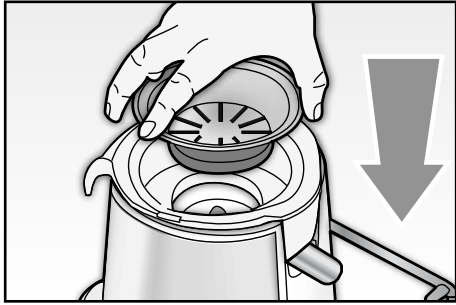

Fig. 3
- Posizionare il filtro (B) in acciaio inossidabile dentro il portafiltro (C), premendolo leggermente verso il basso e ruotandolo fino a che un click non avverte che il filtro è effettivamente scattato in sede (Fig. 3).